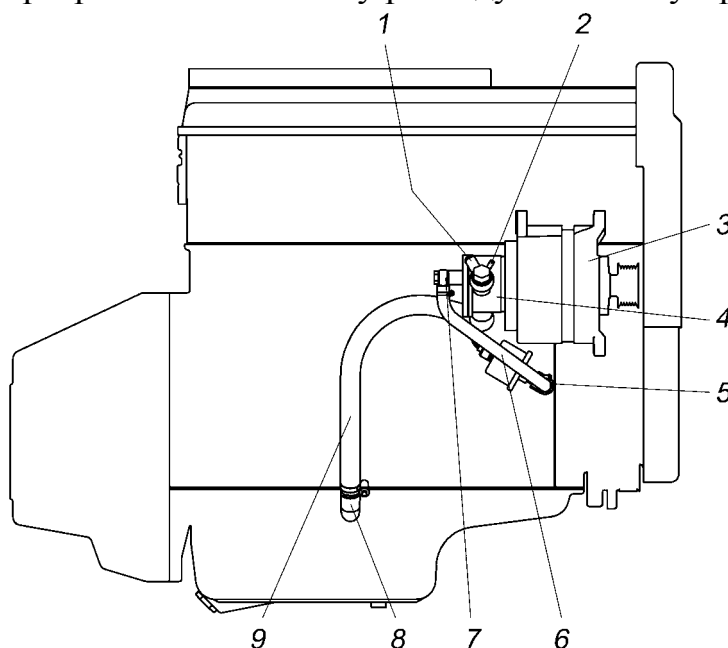

Рисунок 37 – Схема подключения вакуумного насоса:
создают в зоне штуцера отбора вакуума разрежение. Трущиеся поверхности смазываются моторным маслом из системы смазки двигателя, которое подается через нагнетательный шланг 6 (Рисунок 37) и штуцер 7, расположенный на крышке насоса. Воздух из вакуумного усилителя тормозов и клапана рециркуляции и излишки смазки отводятся через штуцер и шланг 9 в масляный картер двигателя.
**Внимание!** Для предотвращения выхода из строя вакуумного насоса запрещается эксплуатировать генератор, не присоединив шланг подвода масла 6 (Рисунок 37) к вакуумному насосу.